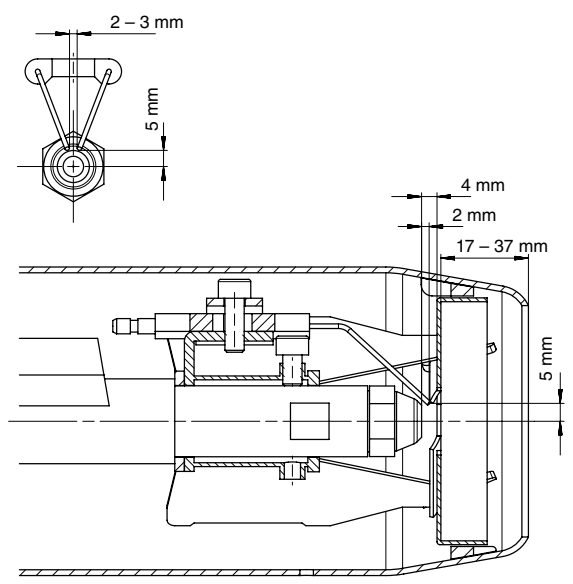

Figure 10
- Vérifier l'écart entre l'accrocheur de flamme (1) et le gicleur (Cf. fig. 10).
- Monter l'accrocheur de flamme (1) et visser la vis (2).
- Vérifier et éventuellement régler les références de position des électrodes d'allumage (Cf. fig. 10). Mettre ensuite le brûleur en position de service et visser la vis de service.